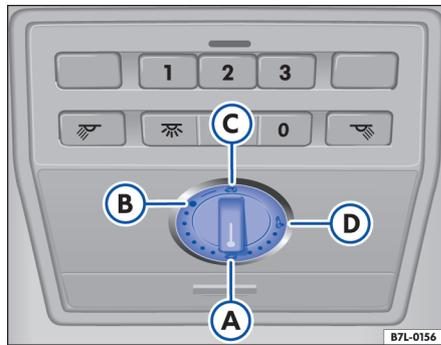

Fig. 34 Detalle del garnecido del techo: mando giratorio del techo corredizo / deflector
- Gire el mando a la posición ⇒ fig. 34 (A) ⇒ ⚠.
miento, sólo será posible volver a cerrarlo con el mando giratorio en la posición ⇒ página 53, fig. 34 (A), pulsando en la parte de atrás hasta que se cierre completamente. **Tenga en cuenta que, en este caso, el techo corredizo / deflector se cierra con la función antiaprisionamiento desactivada.**